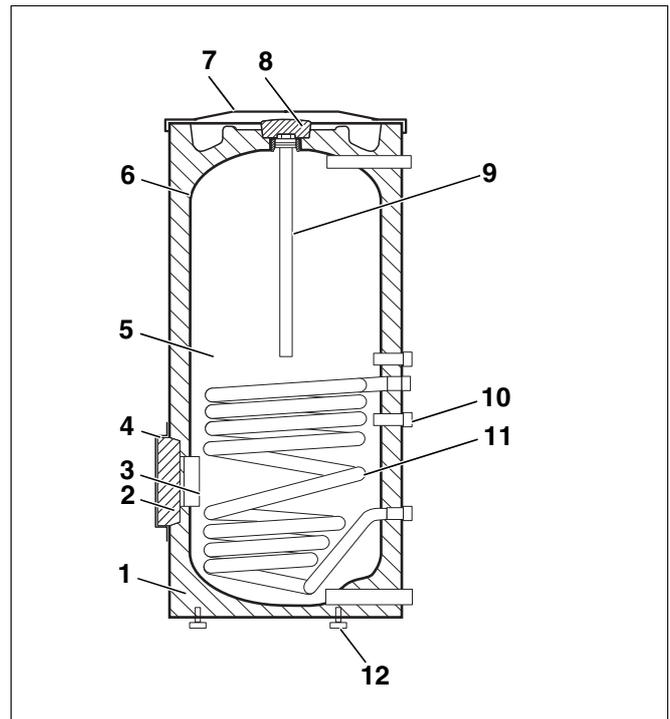

Abb. 1 Warmwasserspeicher (hier: SU300/1)
- Speicherbehälter (Abb. 1, **Pos. 5**) mit Korrosionsschutz
Der kathodische Korrosionsschutz besteht aus der hygienischen Buderus-Thermoglasur DUOCLEAN MKT (Abb. 1, **Pos. 6**) und einer Magnesiumanode (Abb. 1, **Pos. 9**).
- Wärmeschutz (Abb. 1, **Pos. 1**)
Der Wärmeschutz aus FCKW-freiem Polyurethan-Hartschaum ist direkt auf den Speicherbehälter aufgeschäumt. Zwei Wärmeschutzelemente (Abb. 1, **Pos. 2** und **Pos. 8**) aus Schaumstoff minimieren Wärmeverluste über die Reinigungsöffnung und die Magnesiumanode.
- Glattrohr-Wärmetauscher (Abb. 1, **Pos. 11**)
- Tauchhülse zum Einbau des Warmwassertemperaturfühlers (Abb. 1, **Pos. 10**)
- Reinigungsöffnung (Abb. 1, **Pos. 3**)
- Verkleidungsdeckel (Abb. 1, **Pos. 7**)